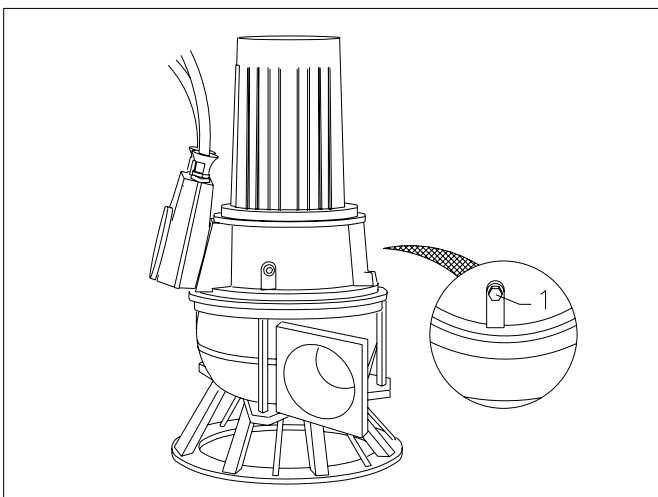

Fig. 7.6
Verwijder de M20 vulplug (1) welke zich tegenover de kabelkast bevindt (zie fig. 7.6).